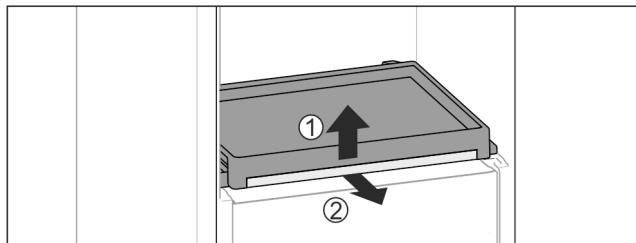

Fig. 111
- ▶ Вынуть выдвижную панель со стеклянной панелью: Слегка приподнимите спереди стеклянную полку Fig. 111 (1) и потяните вперед Fig. 111 (2).